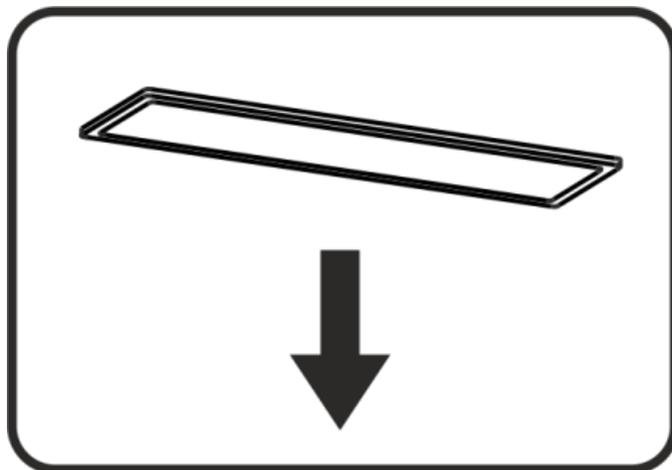

Рис.7
8.8 На витяжці встановлена LED лампа підсвічування робочої зони плити. Для заміни лампи необхідно зняти алюмінієві фільтри, відтиснути лампу так, щоб вона вийшла з корпусу витяжки. Замість неї необхідно встановити нову з тими ж характеристиками і встановити фільтри (**Рис.7**).